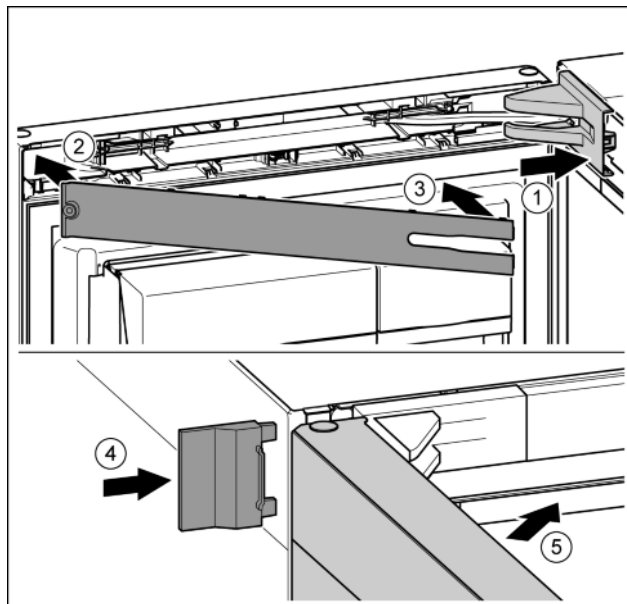

Fig. 43
- ▶ Założyć osłonę płytki zawiasu i zazębnić, ew. ostrożnie odsunąć. *Fig. 43 (1)*
- ▶ Założyć zaślepkę. *Fig. 43 (2)*
- ▶ Przechylić i zazębnić zaślepkę. *Fig. 43 (3)*
- ▶ Wsunąć zewnętrzną osłonę. *Fig. 43 (4)*
- ▶ Zamknąć górne drzwi. *Fig. 43 (5)*